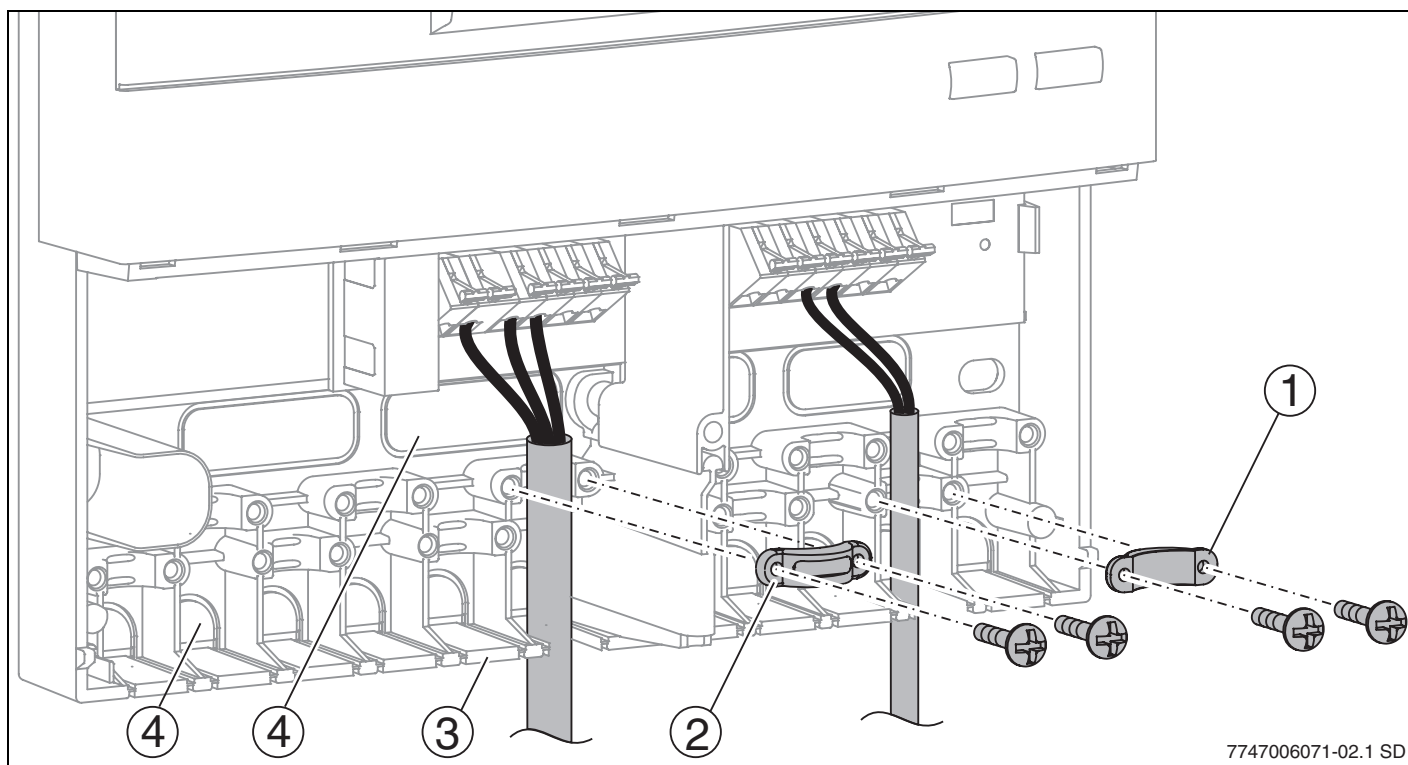

Рис. 5 Прокладка и крепление провода
Провода можно вводить в корпус прибора сзади (→ рис. 5, поз. 4) или снизу (→ рис. 5, поз. 3).
- ▶ Вырежьте кабельный ввод (→ рис. 5) ножом так, чтобы не образовалось острых краев.
- ▶ Закрепите провод фиксатором (→ рис. 5, поз. 2). Фиксатор можно установить также в перевернутом виде (→ рис. 5, поз. 1).